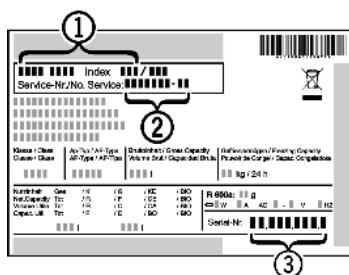

Fig. 9
- ▶ Odczytać z tabliczki znamionowej oznaczenie urządzenia Fig. 9 (1), nr serwisowy Fig. 9 (2) oraz numer seryjny Fig. 9 (3). Tabliczka znamionowa znajduje się po lewej stronie wewnątrz urządzenia.
- ▶ Poinformować serwis i podać opis zakłócenia, oznaczenie urządzenia Fig. 9 (1), nr serwisowy Fig. 9 (2) oraz numer seryjny Fig. 9 (3).